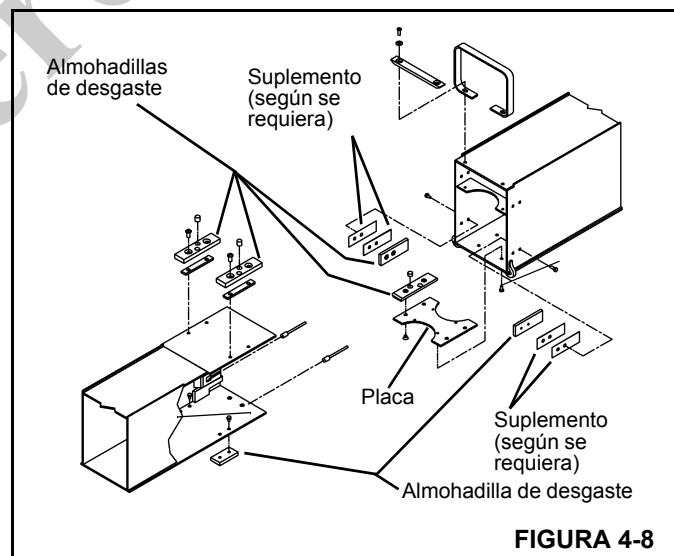

FIGURA 4-8
4. Instale las almohadillas de desgaste delanteras inferiores de la 3ª sección según se marcaron durante el retiro y fíjelas a la placa de almohadilla (Figura 4-8).